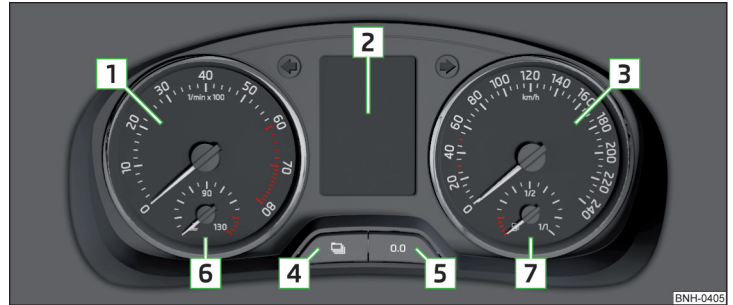
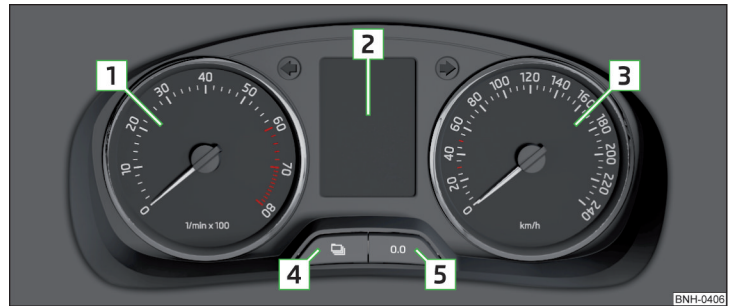

Abb. 20 Kombi-Instrument - Variante 1
Abb. 21 Kombi-Instrument - Variante 2
Der Drehzahlmesser **1** » Abb. 20 auf Seite 30 bzw. » Abb. 21 auf Seite 30 zeigt die aktuelle Motordrehzahl pro Minute an.
Der Geschwindigkeitsmesser **3** » Abb. 20 auf Seite 30 bzw. » Abb. 21 auf Seite 30 zeigt die aktuelle Geschwindigkeit an. ▶
Gilt für Fahrzeuge mit dem Kombi-Instrument - Variante 1 » Abb. 20 auf Seite 30.
Bei Fahrzeugen mit dem Kombi-Instrument - Variante 2 » Abb. 21 auf Seite 30 wird die Kühlmitteltemperatur nur durch das Aufleuchten bzw. Erlöschen einer der Kontrollleuchten angezeigt » Seite 37, ↕ ↕ Kühlmittel.
► Die Taste **5** » Abb. 20 auf Seite 30 bzw. » Abb. 21 auf Seite 30 länger drücken.